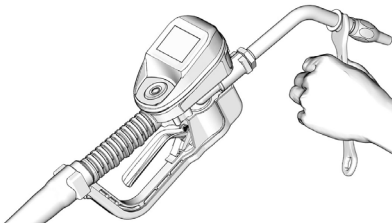

FIG. 12
2. Con una llave ajustable de extremo abierto sobre las caras planas del casquillo de la boquilla, apriete firmemente (FIG. 12).
- Apriete la boquilla *únicamente* con la llave colocada en las partes planas del casquillo de la misma como se observa en FIG. 12.